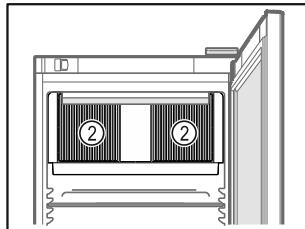

Fig. 64
- Lüftungsschlitz Fig. 64 (2) des Umluftgebläses im Innenraum freihalten.